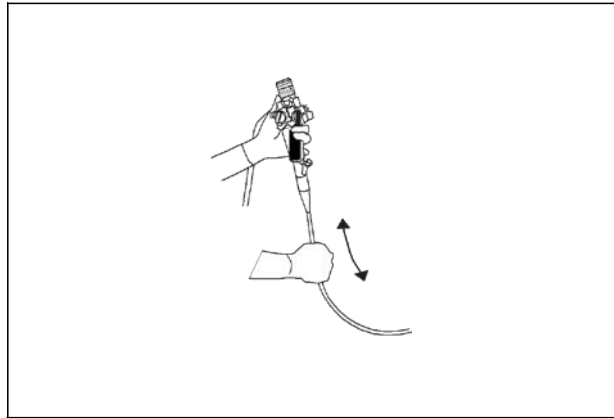

Рис. 3.2
4. Аккуратно держа вводящую трубку одной рукой, проверьте пальцами другой руки трубку по всей длине в обоих направлениях (см.Рис. 3.2). Убедитесь, что на трубке не выступают предметы или металлические провода. Также убедитесь, что вводящая трубка является достаточно гибкой.